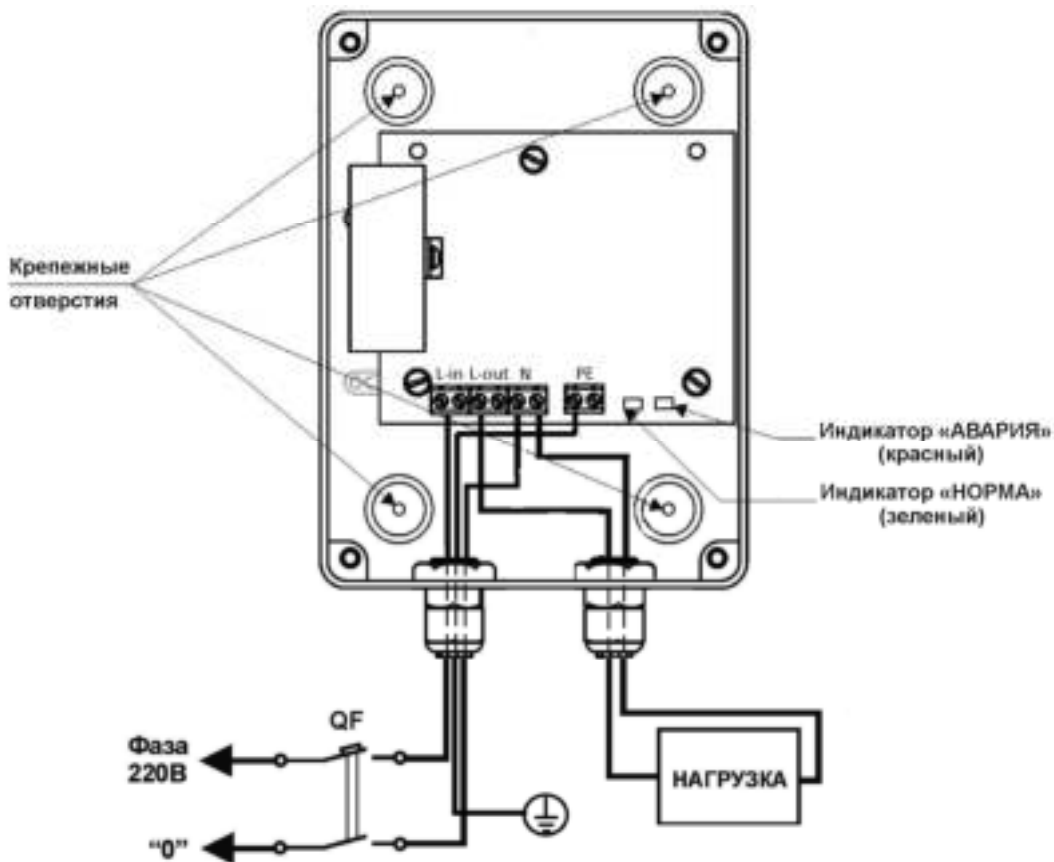

Рисунок 2 – Схема подключения устройства
Устройство может устанавливаться на вертикальных и горизонтальных поверхностях, обеспечивающих устойчивое положение. Для этого необходимо просверлить крепежные отверстия (см. рисунок 2), закрепить устройство шурупами (в комплект поставки не входят), места крепления загерметизировать. Выбор места установки устройства должен обеспечивать свободное, без натяжения, размещение соединительных линий и расстояние от стенок устройства до соседних предметов не менее 40 мм.
Используя автоматический выключатель, рассчитанный на ток 10 А, подключить устройство к сети, а к нему нагрузку, руководствуясь схемой (см. рисунок 2). До начала работ следует убедиться, что автоматический выключатель находится в выключенном состоянии.
- Проверьте правильность произведенного подключения (см. рисунок 2).